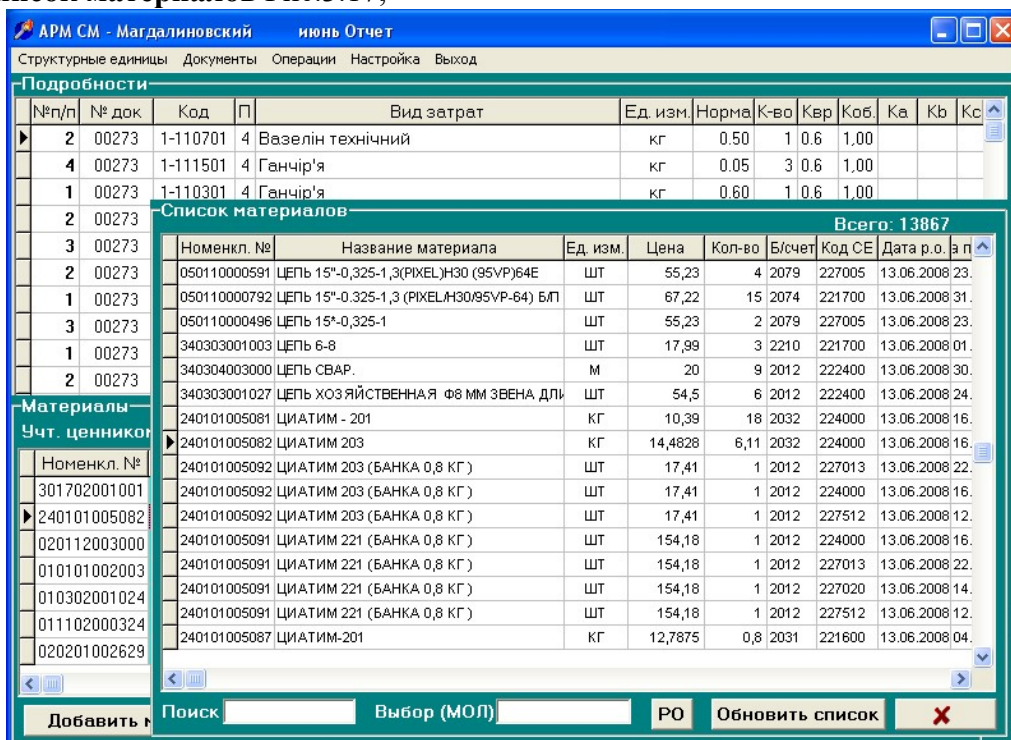

Рис.3.17
Список материалов Рис.3.17;
- нажмите клавишу **Добавить материалы**. При этом появится вспомогательная таблица **Список материалов** (Рис.3.17).